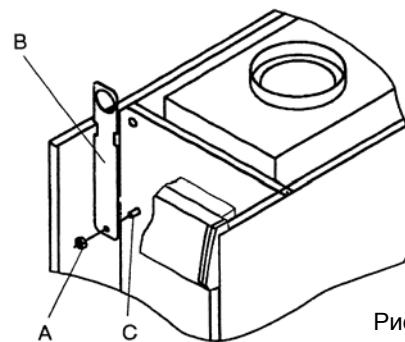

Рис. 2.10
- отвинтите гайку А верхнего переднего болта (рис. 2.10);
- поставьте одну из проушин В на болт С (рис. 2.10.);
- привинтите на место гайку А (рис. 2.10);